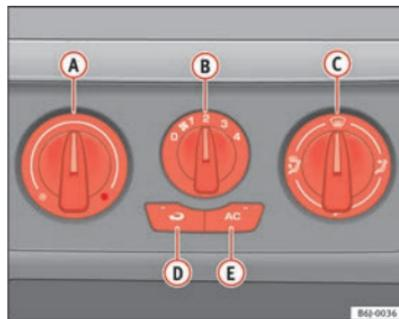

Fig. 90 Sur le tableau de bord : éléments de commande de l'air conditionné
- Désactiver le système de refroidissement avec la touche ⇒ fig. 90 [AC] (le témoin de la touche s'éteint).
Le mode recyclage de l'air ambiant \Rightarrow page 128, fig. 90  (le témoin intégré à la touche est allumé) empêche les fortes odeurs ambiantes (qui peuvent par exemple se dégager lors de la traversée d'un tunnel ou dans un bouchon) de pénétrer dans l'habitacle.